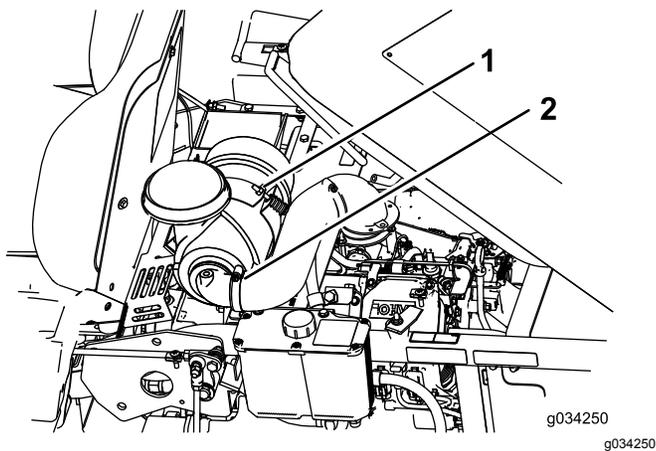

Рисунок 31
4. Ослабьте болт, удерживающий воздухоочиститель (**Рисунок 31**).
5. Ослабьте затяжку шлангового хомута и снимите воздухоочиститель (**Рисунок 31**).